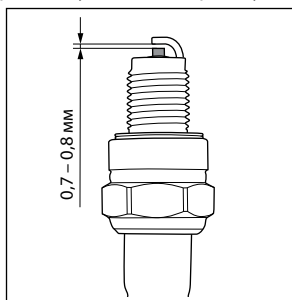

Рис. 20
7. Проверьте величину зазора между заземляющим и центральным электродами, используя специальный щуп. При необходимости установите зазор 0,7-0,8 мм (рис. 20).